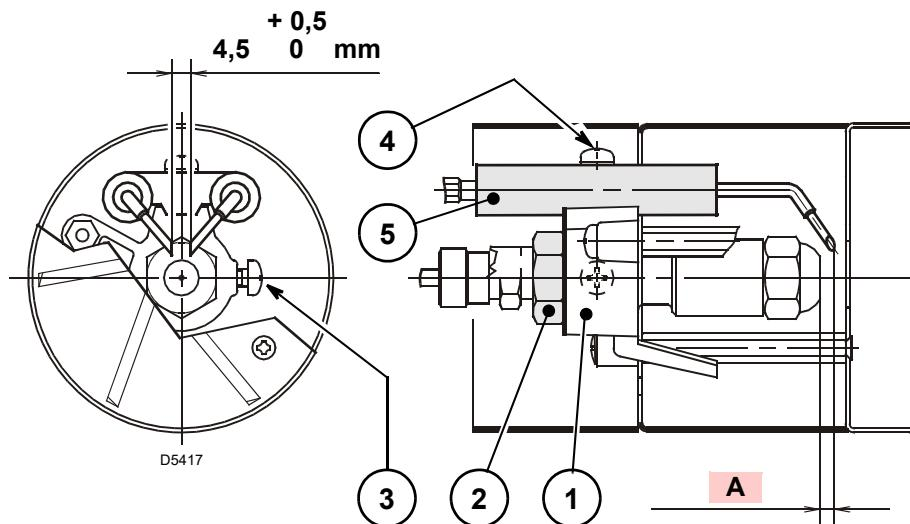

Fig. 15
Les mesures sur la Fig. 15 doivent être respectées.
- Appuyer le groupe accroche-flamme 1)(Fig. 15) sur le porte-gicleur 2) et bloquer avec la vis 3)(Fig. 15).
- Extraire les fils 1) des électrodes, desserrer la vis 3)(Fig. 15) et extraire le groupe accroche-flamme 6) du groupe porte-gicleur 5).